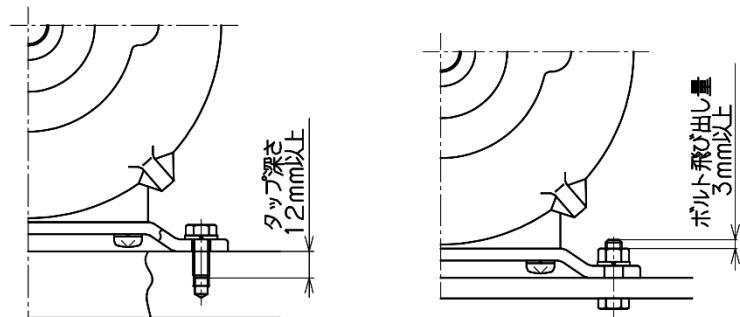

図3：固定方法
- (1) 固定用ボルトは强度区分4.8以上の防錆処理を施してあるものを使用してください。又、必ずねね座金等の緩み止めを併用してください。
- (2) [MC/MCH形の場合]ボルト&ナットで固定する場合は、図3のようにナット側にボルトの先端が3mm程度出る長さのボルトを使用してください。又、ベース面にタップ穴加工をして取付ける場合、図3のようにタップ深さは12mm以上必要です。